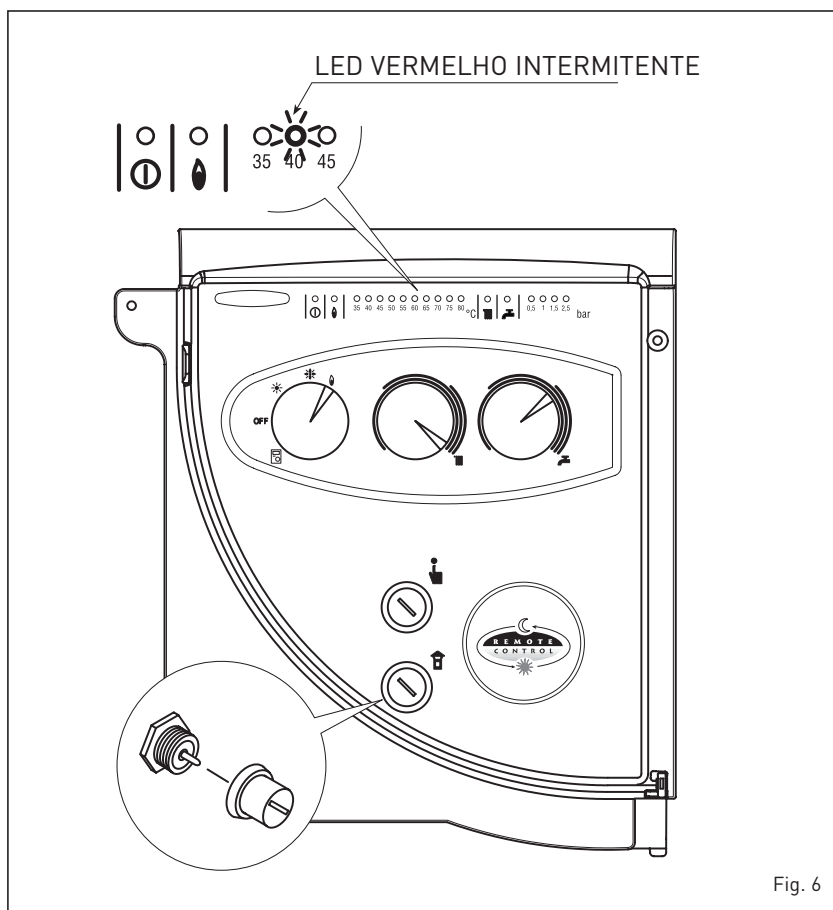

Fig. 6
- **Intervenção do dispositivo de segurança dos fumos** (fig. 6)